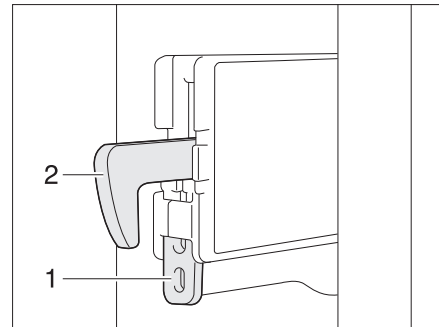

Fig. 329 Fissaggio del gancio di bloccaggio
**Fissaggio del gancio di bloccaggio:** ■ Spingere il dispositivo di fissaggio (Fig. 329,1) verso l'alto. Spingere il gancio di bloccaggio (Fig. 329,2) verso l'alto, disinserendolo.
**Sblocco del gancio di bloccaggio:** ■ Spingere il gancio di bloccaggio (Fig. 329,2) verso il basso. Il gancio di bloccaggio è di nuovo inserito.